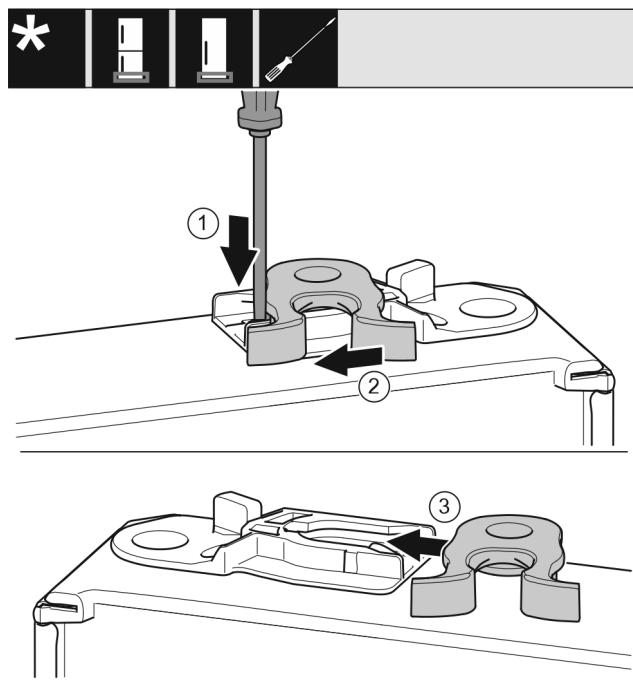

Fig. 18
- ▶ Nyomja le a fedőlemezt Fig. 18 (1) lapos csavarhúzóval.
- ▶ Húzza ki a záróhorgot Fig. 18 (2) a vezetősínből.
- ▶ Tolja be a záróhorgot Fig. 18 (3) a másik oldalon lévő vezetősínbe.